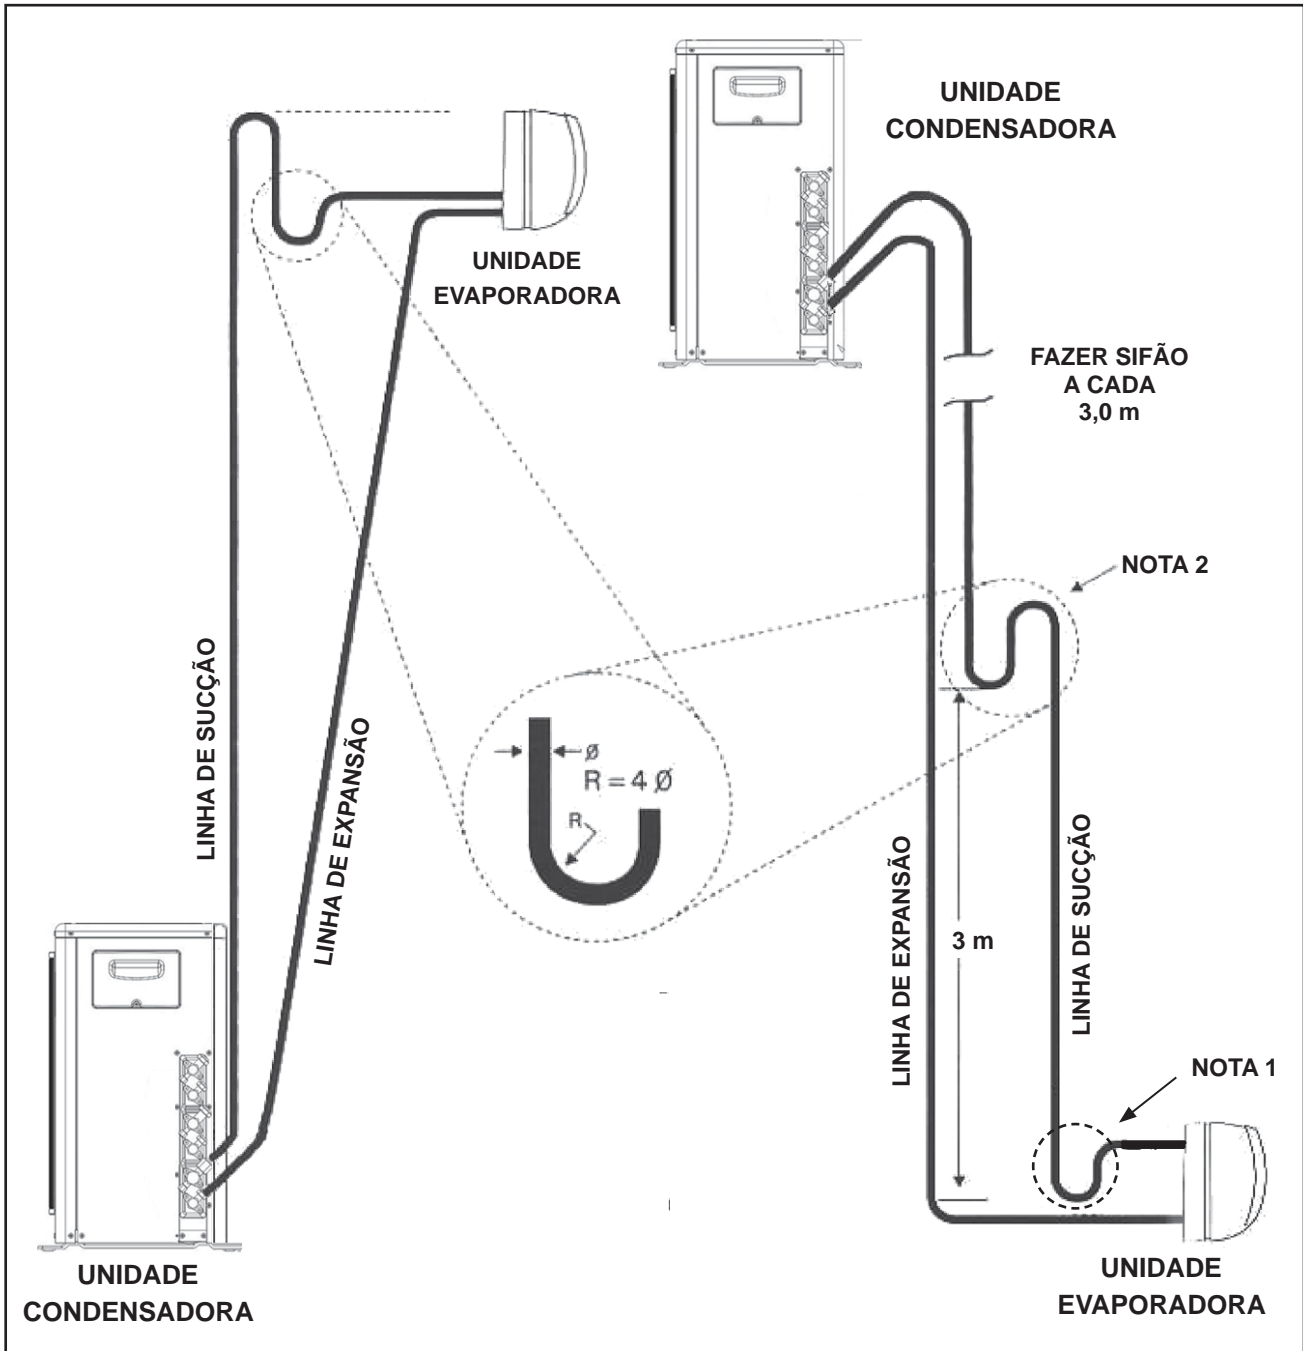

FIG. 18 - SIFÃO NAS LINHAS DE SUCCÃO
- Convém também informar que deverá haver uma pequena inclinação na tubulação de sucção no sentido evaporadora-condensadora (ver Fig. 18).